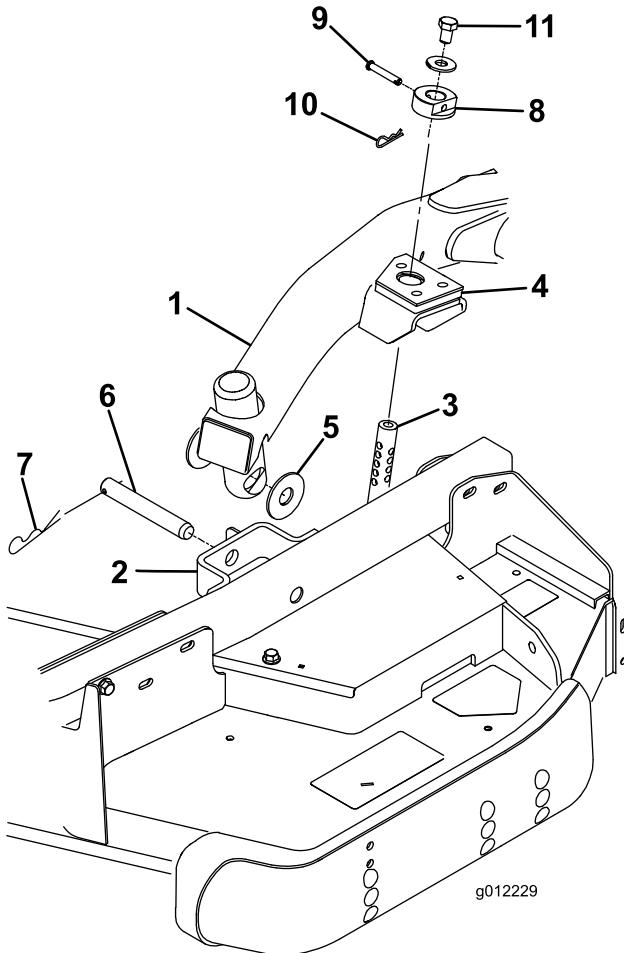

図5
列させ、昇降アームのパッドに刈高ロッドを挿入できるようにする(図5)
3. 昇降アームをキャスタアームに固定するスラストワッシャ2枚、クレビスピン、ヘアピンコッターを使用する。昇降アームとキャスタアームブラケットの間にスラストワッシャを入れ図5、コッターピンを、キャスタアームタブのスロットに差し込んで固定する。
7. 刈高ロッドに刈高カラーを取り付け、クレビスピンとヘアピンコッターで固定する図5。できれば、クレビスピンの頭をデッキの前に向けておく。
8. 刈高ロッドのそれぞれの上部に、ボルト $\frac{1}{2}'' \times \frac{3}{4}''$ とワッシャを取りつける図 5。